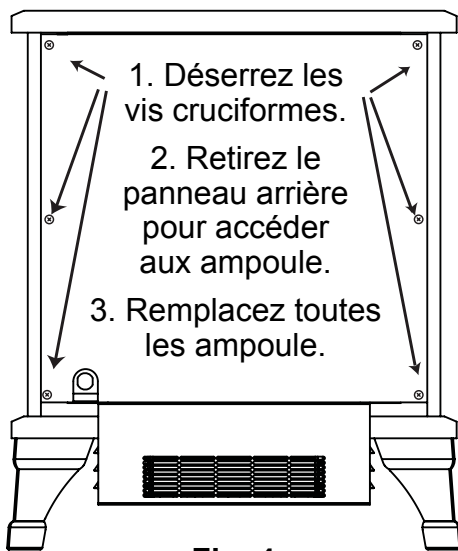

Fig. 4
3. Desserrer les vis qui maintiennent le panneau arrière du poêle sur le corps principal du poêle (consulter la figure 4).